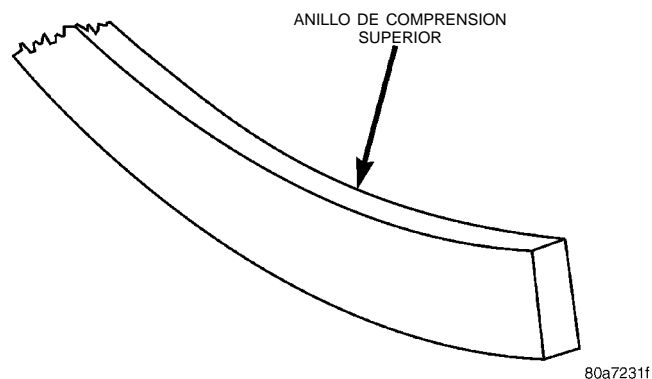

Fig. 10 Identificación de aro de compresión superior
(5) Los aros de control de aceite son simétricos y pueden instalarse con cualquiera de los dos lados hacia arriba. No se necesitan herramientas para instalar los aros inferior y superior. En primer lugar inserte el aro expansor y luego los aros laterales.
(6) Los dos aros de compresión son diferentes y, por lo tanto, no son intercambiables. El aro de compresión superior puede identificarse por la capa brillante de la superficie de sellado exterior y puede instalarse con cualquiera de los dos lados hacia arriba (Fig. 10).